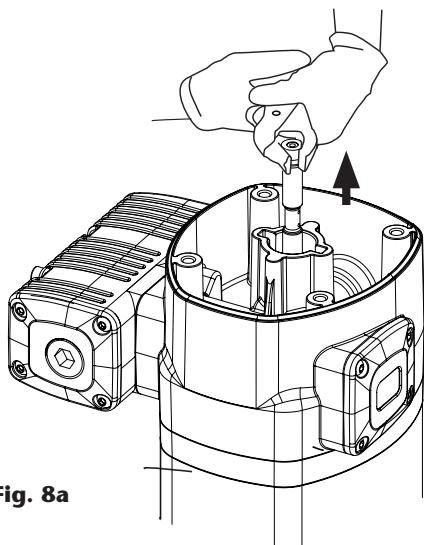
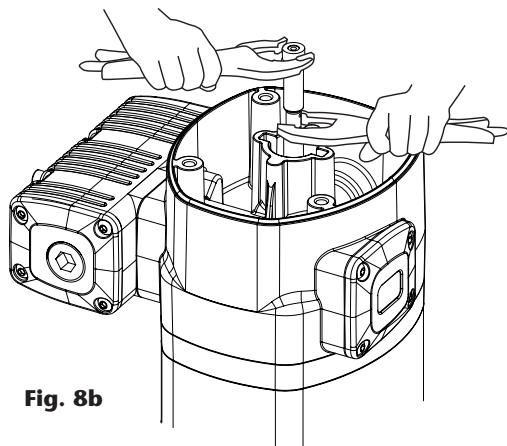

Fig. 8a
Fig. 8b
1. Unscrew the bolts (2) and remove the cap (3).
2. Unscrew the sensor sleeve (4).
3. With a manual clamp on the nut (5), pull the rod (40) outwards until its central recess appears (fig. 8a). Then, with another manual clamp, grab the rod (40) on said recess to prevent sealing surface to be damaged, and unscrew the nut (5) (fig. 8b).
4. Remove o-ring (6) and ring (7), and replace them with new ones later.
5. Unscrew the bolts (55). Pull the motor body (13) outwards to free it along with bridle (36).
6. Take away the gasket (9) and replace its seals (8) and (10).
7. Unscrew the bolts (37) and split the motor (13) from the bridle (36). Take away the washer (32) and replace the seal (8).
8. Take away the cylinder (50) while carefully holding the air piston (45). Replace the piston seal (44).
9. Reassemble in reverse order, applying thread locker in screws (37), nut (5) and sensor sleeve (4).
1. Desenrosque los cuatro tornillos (2) y quite la tapa (3).
2. Desenrosque el tapón inversor (4).
3. Con ayuda de una mordaza manual sobre el casquillo (5), tire hacia fuera del vástago (40) hasta que aparezca su rebaje central (fig. 8a). Después, con otra mordaza manual agarre el vástago (40) en dicha zona rebajada central para no dañar la superficie destinada al sellado y desenrosque el casquillo (5) (fig. 8b).
4. Deseche la tórica (6) y el aro (7), y use otros nuevos posteriormente al volver a montar.
5. Desenrosque los cuatro tornillos (55). Tire hacia arriba del cabezal motor (13) hasta liberarlo junto con la brida (36).
6. Quite el casquillo inversor (9). Sustituya las juntas (8) y (10) de este casquillo.
7. Desenrosque los cinco tornillos (37) y separe el cuerpo motor (13) de la brida (36). Extraiga la arandela (32) y sustituya la junta (8).
8. Retire el cilindro (50) sujetando con cuidado el émbolo (45). Sustituya la junta (44) de dicho émbolo.
9. Vuelva a montar el conjunto en sentido inverso, aplicando fijador de rosca en los tornillos (37), casquillo (5) y tapón inversor (4).